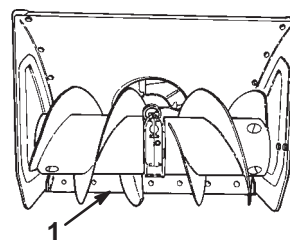

Figure 9
2. Placez la déneigeuse sur une surface plane et horizontale et vérifiez si la lame racleuse (Fig. 9) est bien parallèle au sol. Si ce n'est pas le cas, ajustez la position de la lame racleuse (voir Réglage des patins et de la lame racleuse, page 22).